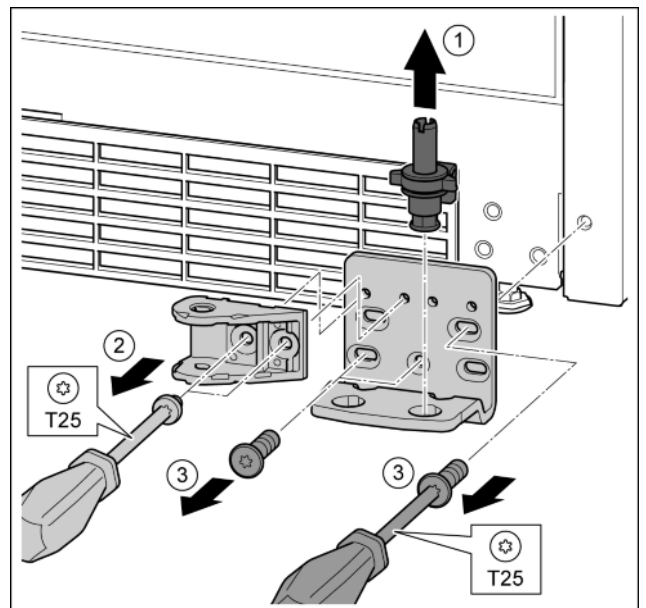

Fig. 30
- ▶ Lagerbolzen komplett nach oben herausziehen. Fig. 30 (1)
- ▶ Schrauben mit Schraubendreher T25 herausdrehen und Schließdämpferverbindung abnehmen. Fig. 30 (2)
- ▶ Schrauben mit Schraubendreher T25 herausdrehen und Lagerbock abnehmen Fig. 30 (3)